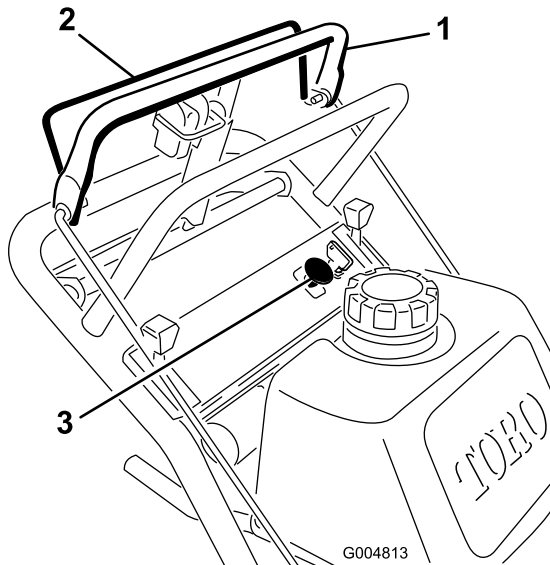

Bild 9
1. Lassen Sie zum Abstellen der Maschine den oberen Schaltbügel los (Bild 9).
2. Halten Sie zum Einkuppeln des Schnittmessers den Schaltbügel gegen den oberen Schaltbügel gedrückt (Bild 9).
Lassen Sie den Schaltbügel los, um die Schnittmesser auszukuppeln (Bild 9).